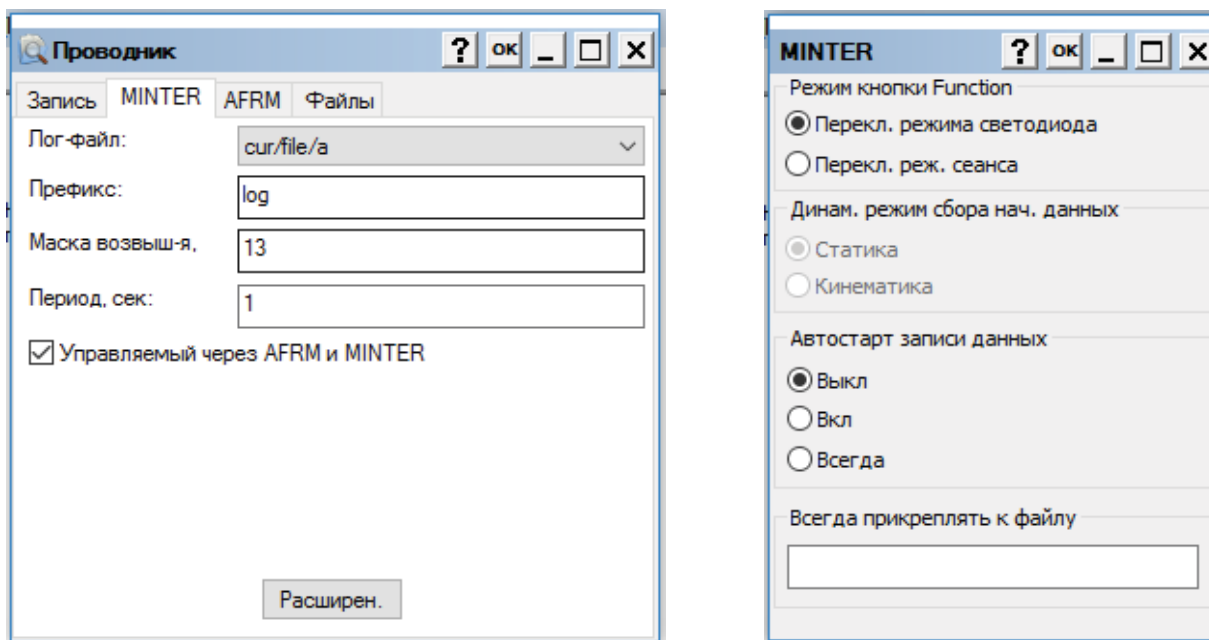

Рис. 9: TRU — MINTER
9. В окне **Проводник** выберите закладку **MINTER** и нажмите кнопку **Расширен**. Откроется диалоговое окно **MINTER** (Рис. 9).